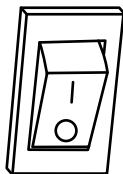

Рис. 9
- 7.1.1 Установите выключатель зажигания в положение «ВКЛ» (рис. 9).